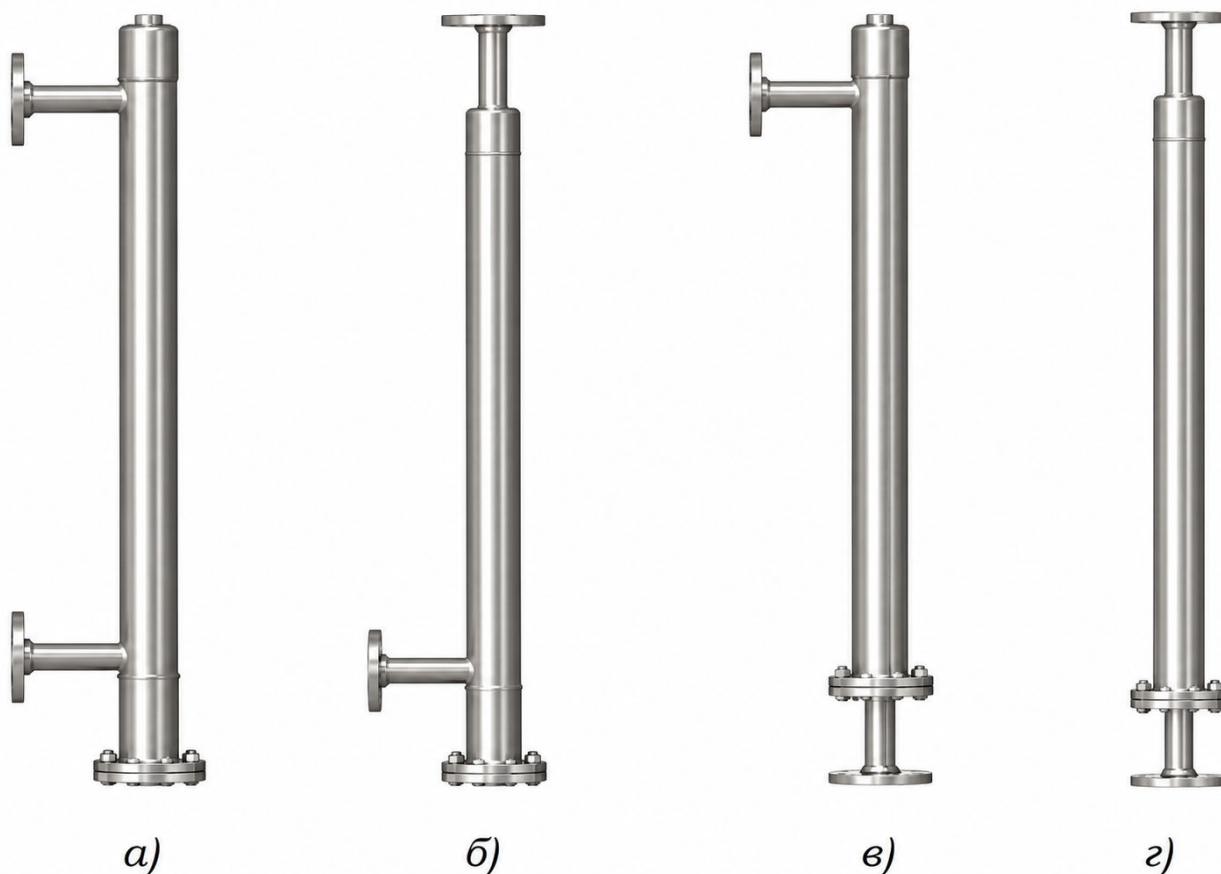

Рисунок 5 – Виды присоединения указателей уровня
1.5.4 Наиболее часто применяются указатели уровня с боковым монтажом типа «бок-бок» (рисунок 5а). В данном случае диапазон контроля уровня равен расстоянию между точками подключения. Также выпускаются указатели уровня с боковым монтажом типа «бок-низ» (рисунок 5б), «верх-бок» (рисунок 5в), «верх-низ» (рисунок 5г).